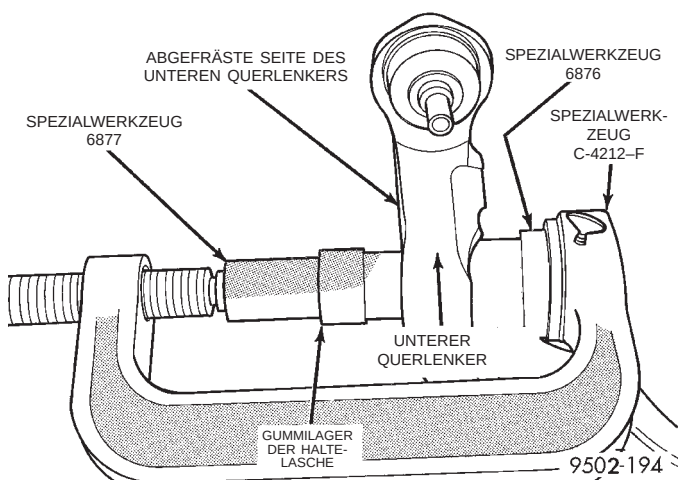

Abb. 105 Gummilager der Haltelasche in unteren Querlenker einbauen
(2) Spezialwerkzeug 6877 auf der Schraube des Aus-/Einbauwerkzeugs C-4212-F montieren (Abb. 105).
(3) Querlenker mit den für den Einbau des Gummilagere zusammengesetzten Spezialwerkzeugen montieren. Sicherstellen, daß der Querlenker rechtwinklig am Spezialwerkzeug 6876 anliegt und daß Spezialwerkzeug 6877 richtig am Gummilager sitzt (Abb. 105).
(4) Die Schraube des Aus-/Einbauwerkzeugs C-4212-F anziehen, so daß das Gummilager in den Querlenker gepreßt wird. Die Schraube so weit drehen, bis das Gummilager bündig an der abgefrästen Fläche des Querlenkers anliegt. Dadurch wird das Gummilager korrekt in der Bohrung des Querlenkers positioniert.